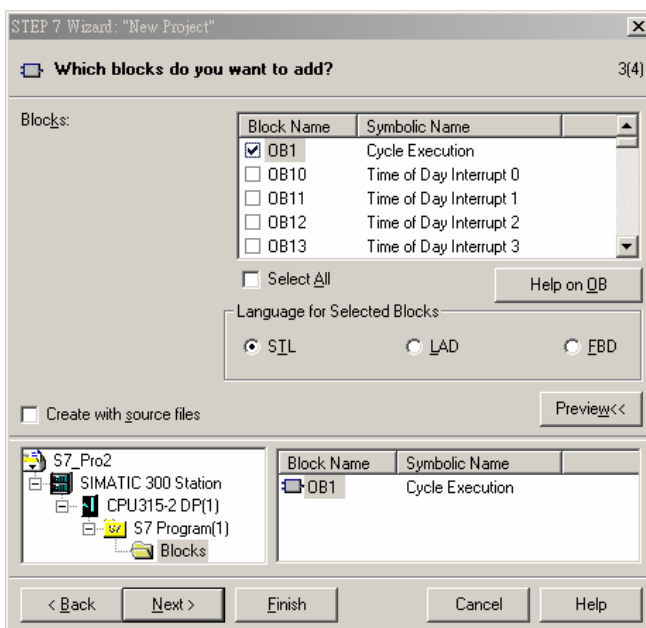

图 10-6
5. 根据使用者的需要，选择需要的程序块及程序块使用的编程语言，选择后点击『Next』按钮，如图 10-6 所示。